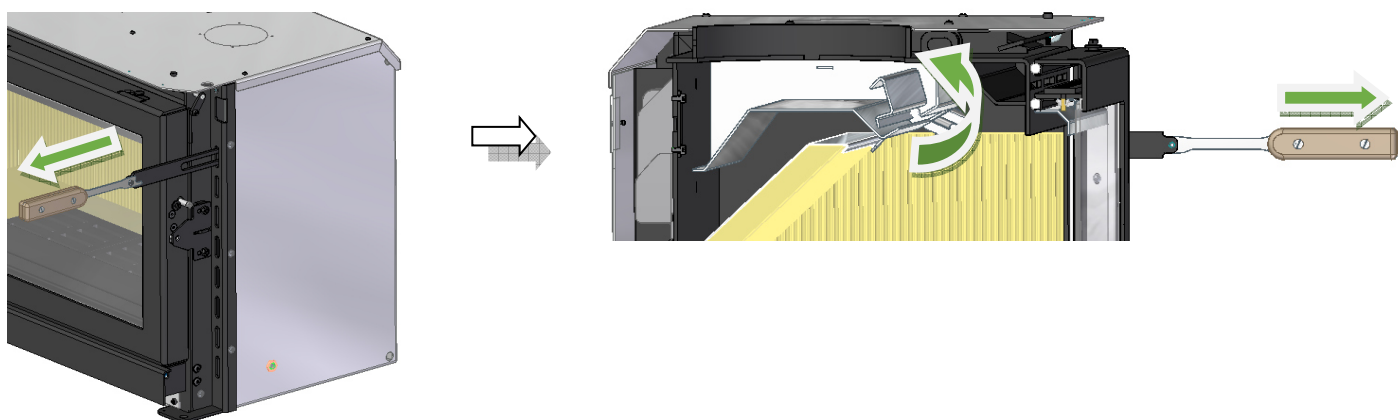
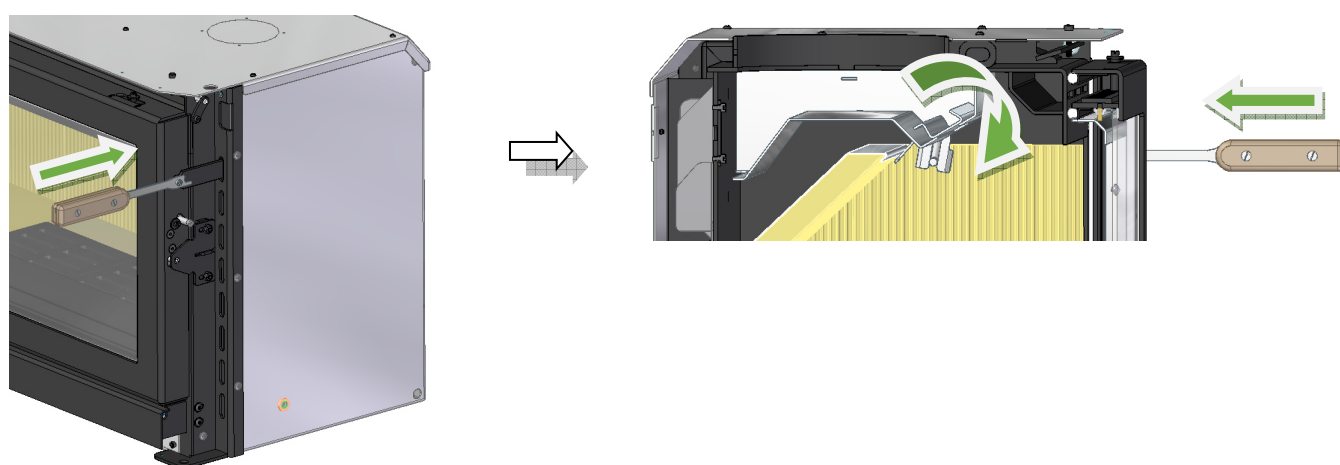

Figura 30 – Abertura da pala de fumos
Figura 31 – Fecho da pala de fumos
Controla a passagem/saída de fumos, no momento de abrir a porta, ou seja, quando o equipamento estiver em funcionamento e pretender reabastecer o equipamento com mais lenha, antes de abrir a porta, puxe para si o puxador. Isto irá permitir uma maior e mais facilitada passagem de fumos pelo gargalo da chaminé, evitando retorno de fumos do equipamento para a divisão envolvente da habitação, ver Figura 30 e Figura 31.
4. Abrir o controlo de entrada de ar de combustão primário, deixar a porta entreaberta para que o acendimento seja mais rápido e abrir a pala de fumos, ver Figura 30.